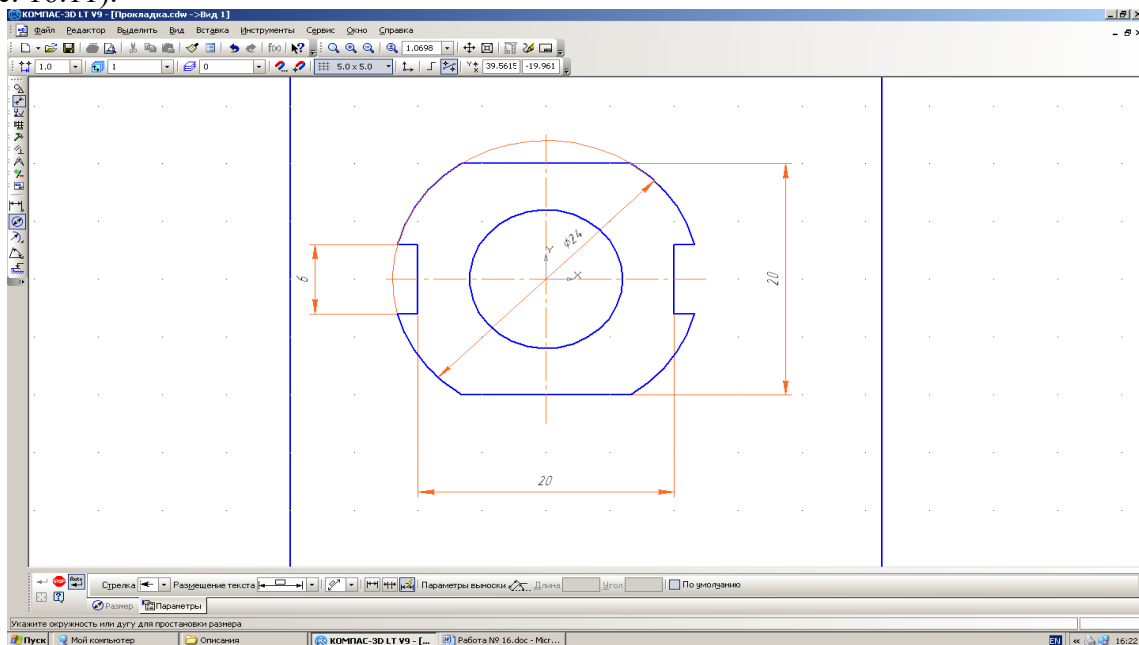

Рис. 16.11.
Перемещая мышью, подберите нужный наклон размерной линии и положение текста на ней (рис. 16.11).
1.9. Нанесите второй диаметральный размер – диаметр отверстия 12 мм как показано на рис. 16.11.
Укажем теперь толщину прокладки (5 мм), расположив ее на полке линии-выноски (рис. 16.11.). Обозначение толщины прокладки на чертеже будет иметь вид $s5$.